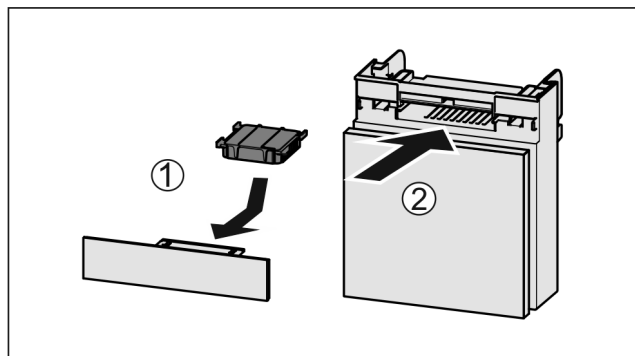

Fig. 116
- ▶ 按图装入 Fig. 116 (1) 活性炭过滤器。
- ▶ 推入 Fig. 116 (2) 抽屉。